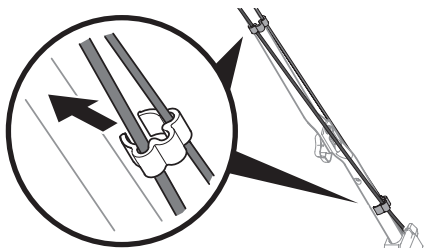

Figure 15
**NOTE :** Sur certains modèles, il faut fixer la commande de la lame et les câbles d'entraînement à la partie inférieure du guidon avec les attaches de câble fournies (Figure 15).